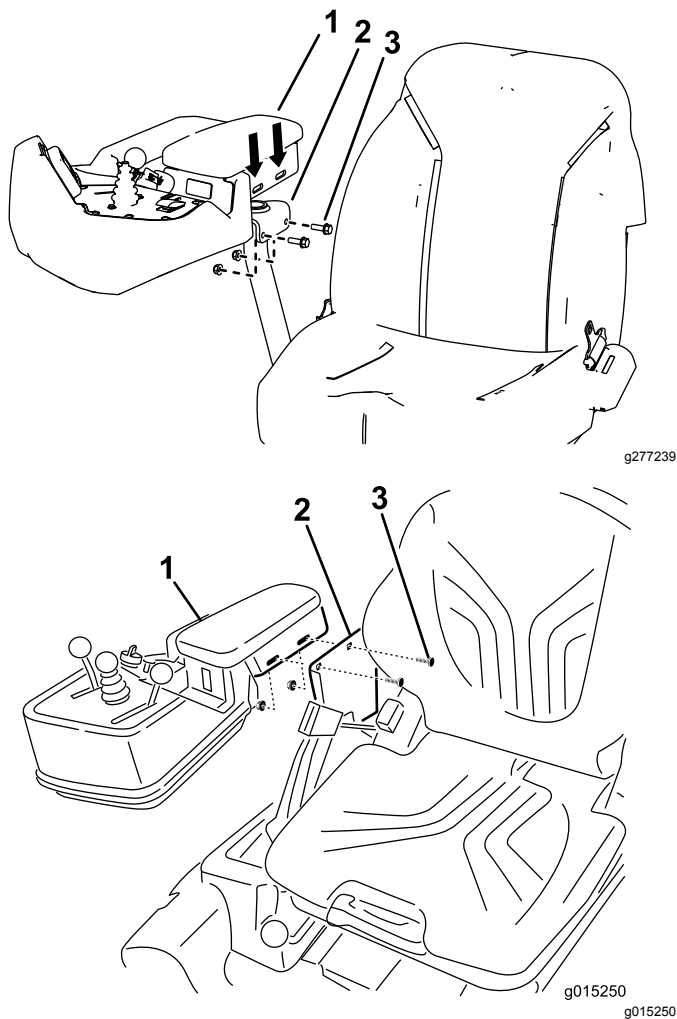

Figura 8
- Instale el reposabrazos en el asiento con los 2 pernos con arandela prensada y las tuercas con arandela prensada que retiró anteriormente (Figura 8).
Nota: Si necesita realizar ajustes adicionales en el reposabrazos, afloje los herrajes que fijan el reposabrazos y ajuste su posición (**Figura 8**).